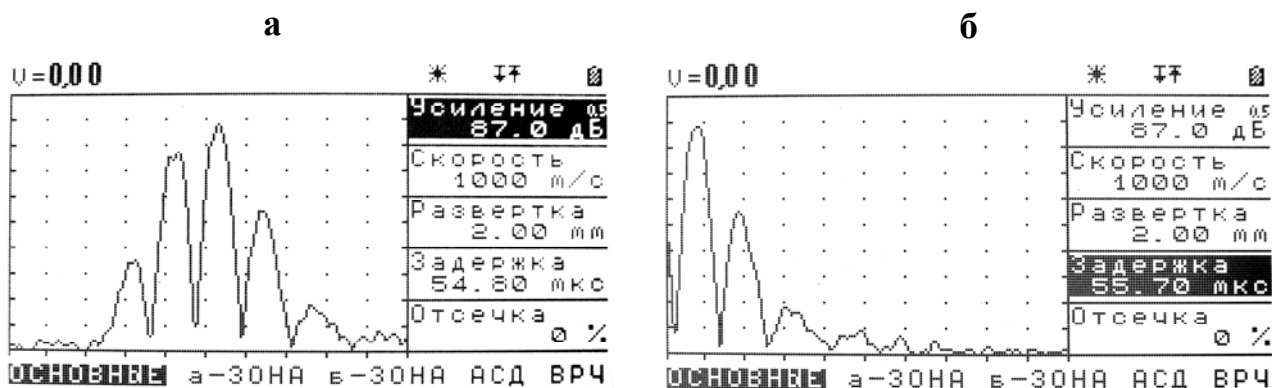

Рис. 10.
- 2) Перейти кнопками  и  в раздел подменю «Развертка» и войти в режим редактирования кнопкой . С помощью кнопки  уменьшить развёртку до тех пор, пока не проявится тонкая структура импульса (она представляет собой модуль от величины истинного сигнала). Сигнал на экране дефектоскопа будет иметь вид, показанный на рис. 10 а. Кнопками  и  выбрать развёртку такой, чтобы расстояние между нулями наблюдаемого сигнала составляло примерно одно деление временной шкалы. Выйти из режима редактирования кнопкой .
- 3) Вновь перейти кнопками  и  в раздел подменю «Задержка» и войти в режим редактирования кнопкой . С помощью кнопки  увеличить задержку до тех пор, пока первый ноль слева от самого высокого пика импульса не окажется максимально близко к левой границе области изображения. При этом сигнал должен выглядеть примерно так, как показано на рис. 10 б.